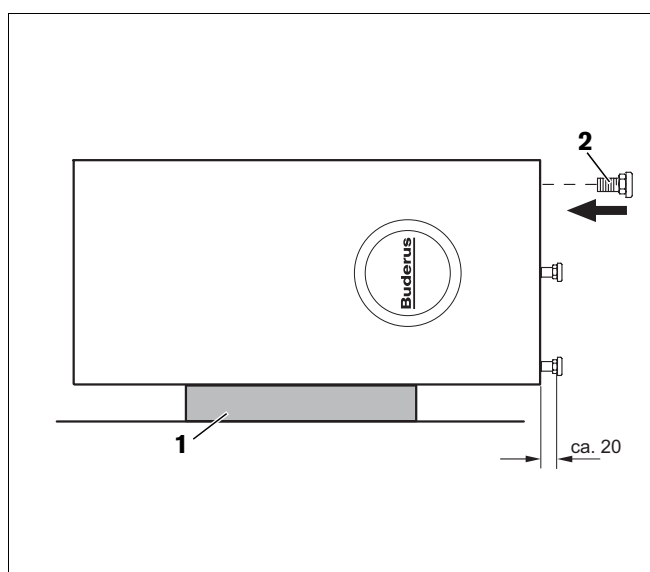

Fig. 5 Montage des pieds réglables
- Poser le rembourrage du couvercle (fig. 5, **pos. 1**) sur le sol.
- Retirer les pieds réglables du disque isolant du fond (polystyrène expansé) et visser les pieds réglables M10 × 30 (fig. 5, **pos. 2**) dans la partie inférieure du préparateur.